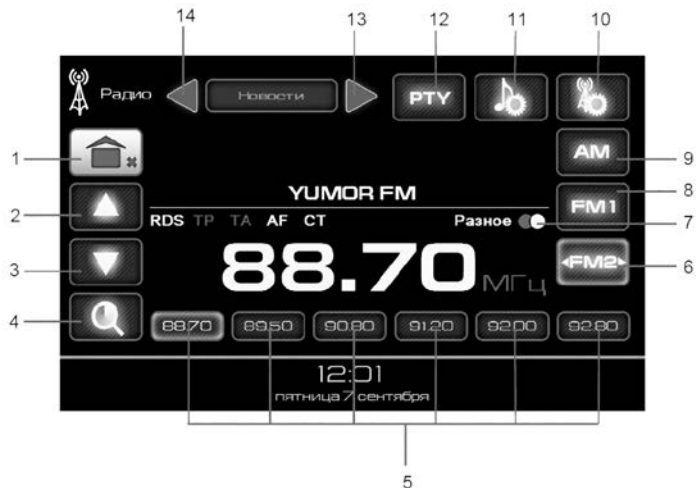

Рис. 55. Окно режима «Радио»
Кнопки **AM**, **FM1**, **FM2-FM4** (рис. 55) позволяют выбрать необходимый диапазон работы:
Длительное удерживание кнопки **1** (рис. 55) приводит к выходу в главное меню с выключением звука радиоприемника. Короткое нажатие кнопки **1** (рис. 55) позволяет перейти в главное меню, не выключая **Радио**.
Для включения автоматической настройки (автопоиска) вверх (вниз) по частоте нажмите кнопку **▲ (2)** или **▼ (3)** (рис. 55) и удерживайте ее в этом положении более 2-х секунд.
Последовательным коротким нажатием кнопок **▲ (2)** или **▼ (3)** (рис. 55) установите требуемую частоту настройки.
течение 2-х секунд кнопку **4** (рис. 55), после этого ММС автоматически настроится на частоты восемнадцати станций и запомнит их. После запоминания радиостанций ММС автоматически переключится в режим прослушивания первой запомненной радиостанции.
Для сохранения в памяти ММС выбранной радиостанции, нажмите и удерживайте в течение 2-х секунд одну из кнопок **5** (рис. 55). Переключение на сохраненную радиостанцию осуществляется коротким нажатием на одну из кнопок **5** (рис. 55).
OO кнопка **7** (рис. 55). Нажав кнопку **7** (рис. 55), можно принудительно переключить ММС в монорежим.
Для выбора типа программ при приеме RDS-станций нажмите кнопку **PTY** (рис. 55). На дисплее появится символ PTY. Кнопки **(13) ◀** и **(14) ▶** (рис. 55) позволяют выбрать тип программы, которая будет использоваться в режиме автоматического поиска частоты.
Для автоматического поиска радиостанции, передающей выбранный тип программы, нажмите и удерживайте в течение 2-х секунд кнопки **▲ (2)** или **▼ (3)** на рис. 55.